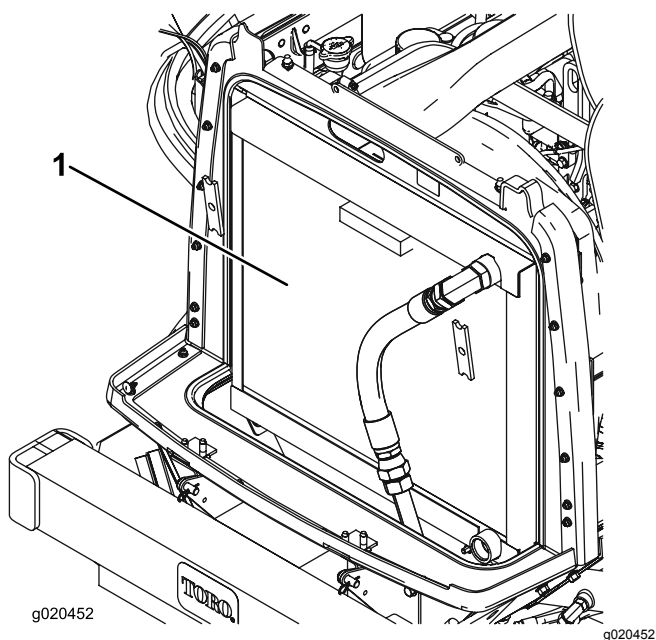

Figura 93
3. Limpe ambos os lados do radiador/dispositivo de arrefecimento de óleo com ar comprimido (Figura 93).